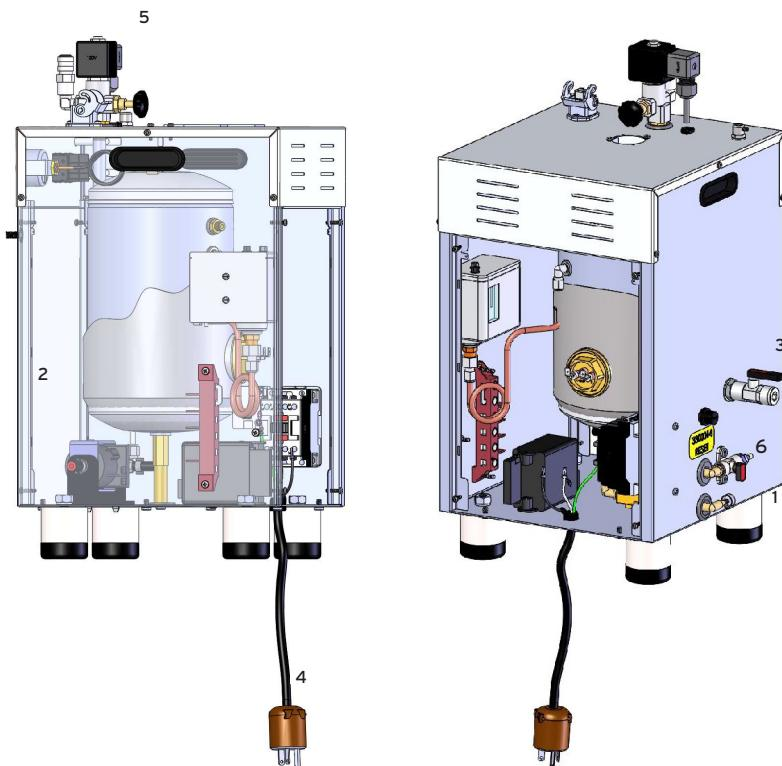

Fig. 5
1. Raccord d'eau (robinet avec support de tuyauterie); le générateur de vapeur sera connecté au robinet avec le support de tuyauterie appelé L'ARRIVÉE D'EAU (fig. 5 #1), placé sur le chauffe-eau au moyen d'un tube en caoutchouc qui doit avoir une capacité de pression d'eau moins 100 lbs. Ce tube en caoutchouc doit être fermement fixé avec 2 colliers de serrage. (NB : avant d'insérer le tube en caoutchouc dans le d'entrée d'eau flush, vous devez verser quelques litres d'eau pour nettoyer le conduit).
3. Après la mise sous tension du chauffe-eau (A) et des fers (B), attendez que le témoin lumineux vert du chauffe-eau s'éteigne (C) et que le manomètre indique 50-60 lbs. À ce stade, saisissez le fer par la poignée en liège et appuyez sur le bouton de vapeur 3 ou 4 fois, afin que la vapeur sorte : cette opération doit être effectuée afin de chauffer le tuyau qui amène la vapeur jusqu'au fer. De cette façon, vous éviterez également que de petites gouttes d'eau tombent (le fer à vapeur doit toujours être maintenu de manière à ne pas blesser l'opérateur).
4. Pour réguler le débit de vapeur, ajustez le robinet de réglage de la vapeur (fig. 5 #6).
5. Après cette opération, le chauffe-eau est prêt à l'emploi. Pendant le repassage, le témoin lumineux « vapeur prête » s'allume et s'éteint (C)
- Introduisez le tuyau en silicone dans la vanne du réservoir d'eau (fig. 5 #6) et placez l'autre extrémité dans le réservoir d'eau.
- Introduisez l'autre tuyau en silicone sur le raccord en « L » (1), en plaçant l'autre extrémité dans d'entrée d'eau.